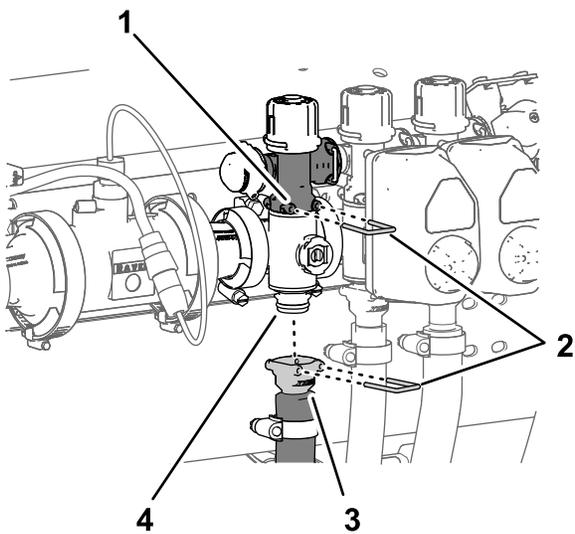

Figura 118
3. Monte o encaixe de ligação rápida do coletor da válvula de secção na tomada de desligação rápida da válvula de distribuição da secção com um pino de ligação rápida (Figura 117 e Figura 118).
- Monte o acoplador de ligação rápida do tubo de secção na união de ligação rápida do coletor da válvula de secção com o pino de ligação rápida (Figura 118).